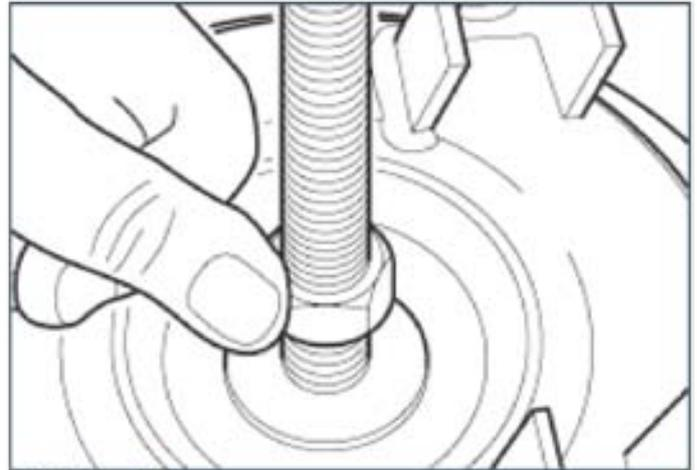

Abb. 9.4
5. Behalten Sie die Schraube im Kolben in Eingriff und bringen Sie die Unterlegscheibe und die Lösemutter am Ende der Löseschraube an. Drehen Sie die Mutter von Hand gegen die Unterlegscheibe (Abb. 9.4).